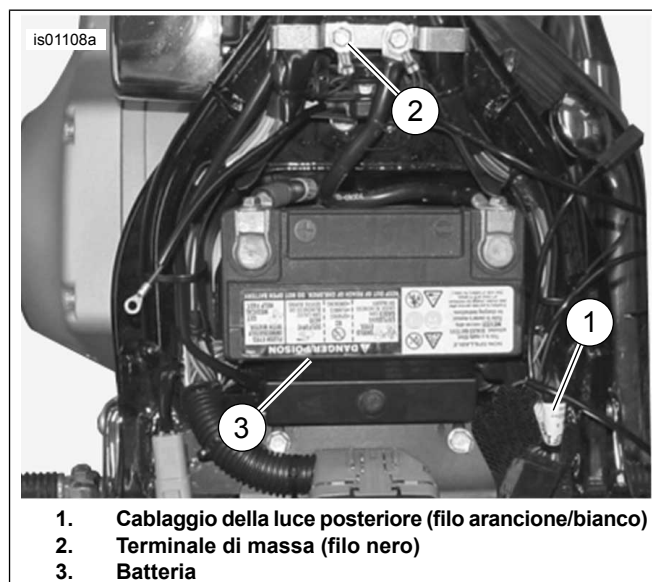

Figura 2. Collegamenti di alimentazione e a massa (modelli Softail)
4. Vedere Figura 2. Installare il terminale ad anello sulla filettatura della vite di massa. Stringere la vite di massa (2) al telaio e fissare secondo la specifica di coppia indicata sul manuale di manutenzione.
1. Vedere Figura 2. Aprire, tagliando con cautela, un'area della guaina del cablaggio della luce posteriore (1) in un punto accessibile sotto la sella e tagliare il filo arancione/bianco.